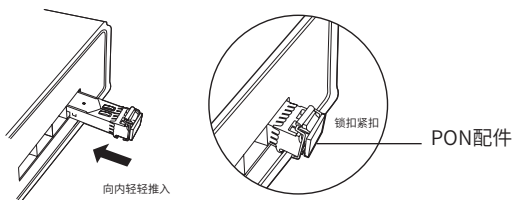

图2-5 安装成功示意图
2. 将PON配件沿端口槽导轨向内轻轻推入，直到与主机槽底紧紧相接。安装到位时，会听到清脆的金属弹片声，如图2-5所示。